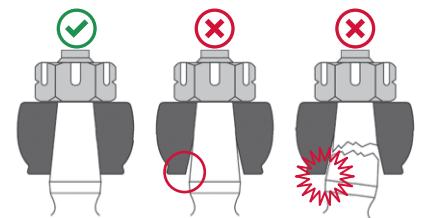

Figure 1
- Si on découvre un goujon de joint à rotule cassé, plié ou desserré, on joint remplacer la fusée. En cas de déformation, de faux rond ou d'endommagement des surfaces de contact coniques de la fusée d'essieu, celle-ci doit être remplacée (**Figure 1**).